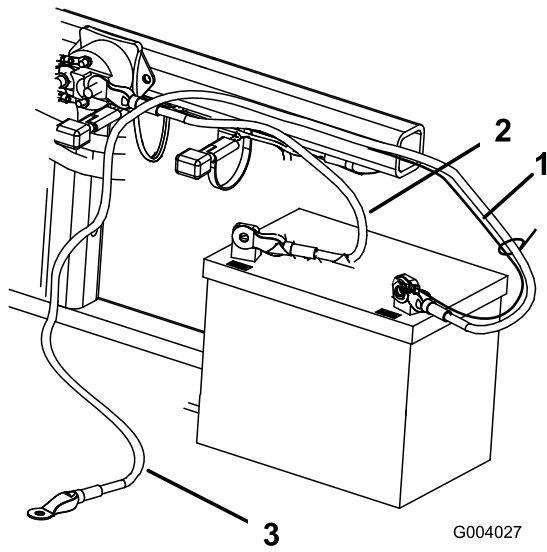

图5
2. 用螺栓1/4 x 5/8 英寸和锁紧螺母将正极接线红色固定到正极+端子图5。
3. 用螺栓1/4 x 5/8 英寸和锁紧螺母1/4 英寸将小黑色接线和负极接线黑色固定到电池的负极-端子图5。